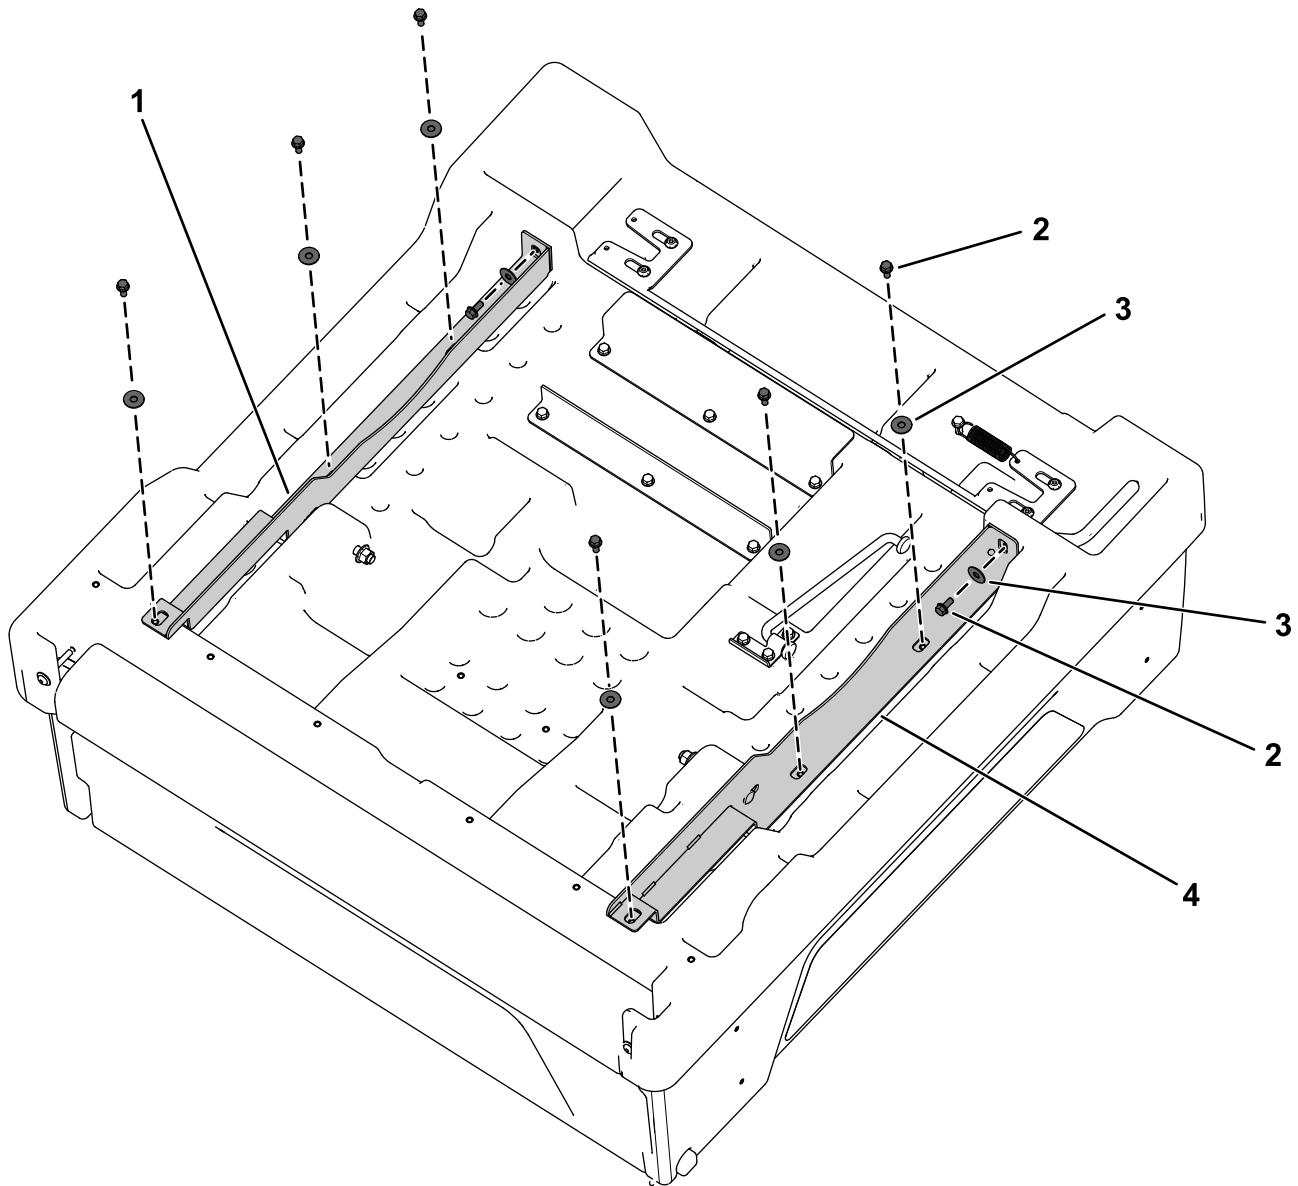

図 2
1. それぞれの荷台サポートの穴を、荷台底部のねじ溝付きインサートに合わせる図 2。
2. それぞれの荷台サポートを荷台に固定するフランジヘッドボルト5/16 x 3/4" 8 本とワッシャ8枚を使用する図 2。